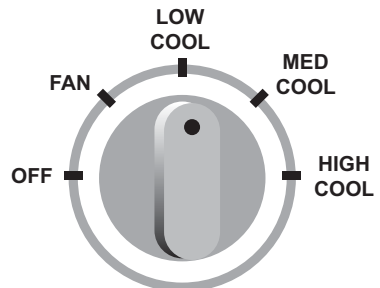

Рис. 3.3
3.2.1 Режим работы кондиционера устанавливается при помощи «ручки режима работы» (рис. 3.3).